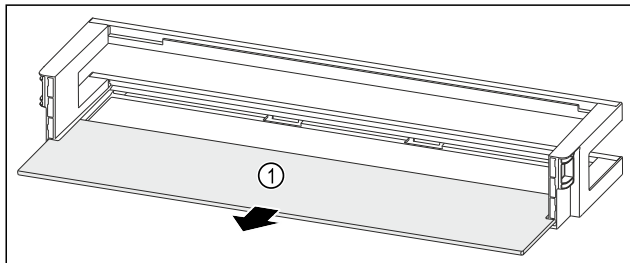

Fig. 109 Türabsteller mit Abstellfläche
- Abstellfläche Fig. 109 (1) entnehmen.